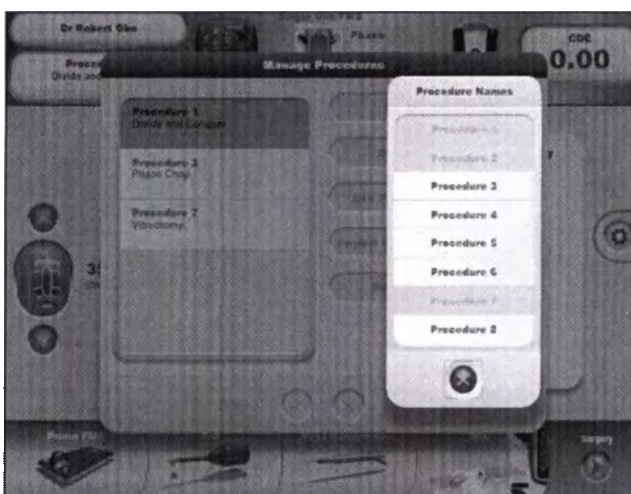
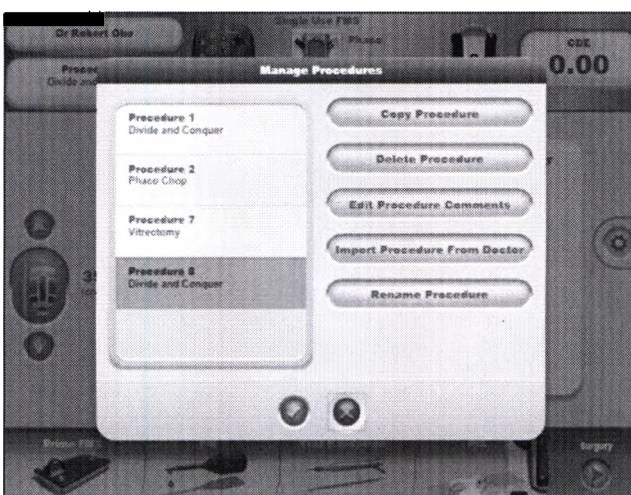

Рисунок 2-34 Диалог наименования процедур
Рисунок 2-35 Диалог управления процедурами
- Копирование процедуры (Copy Procedure) — нажатие этой клавиши открывает диалог «Наименования процедуры (Procedure Names)» для выбора нового наименования процедуры (см. рисунок 2-34). Когда новое наименование процедуры выбрано, новая процедура подсвечивается, и она становится текущей (см. рисунок 2-35).
- Удаление процедуры (Delete Procedure) — Выбор процедуры и нажатие этой кнопки вызывает появление диалога подтверждения, позволяя пользователю удалить процедуру. После подтверждения (P) подсвечивается следующая процедура.